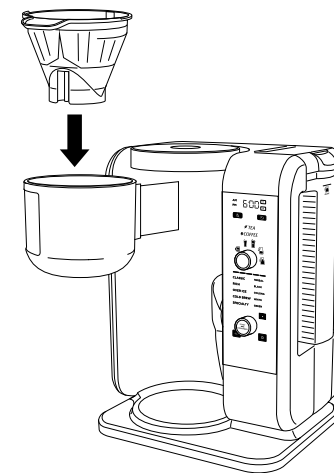

Fig. 5
- 2 Assurez-vous que l'un des porte-filtres amovibles soit placé dans le panier à infusion (fig. 5). Une fois en place, insérez entièrement le panier à infusion en le faisant glisser jusqu'à ce que vous entendiez un léger déclic (fig. 6).